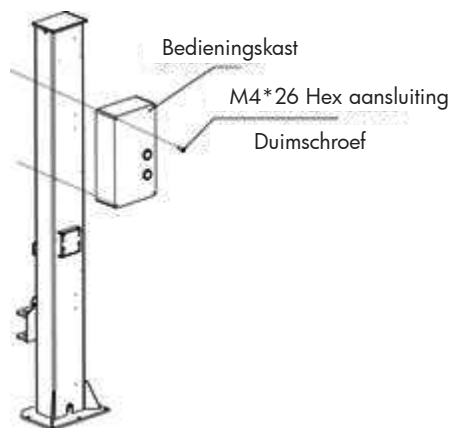

Fig. 10
10. Sluit de kabels aan (fig. 10).